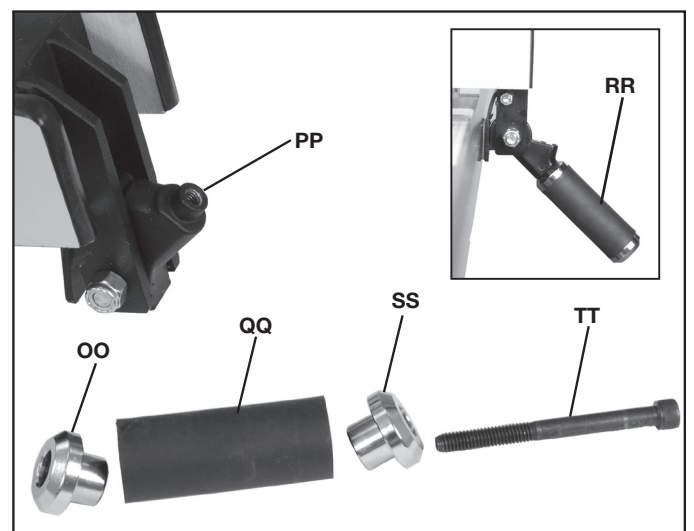

FIG. 19
1. Coloque la tapa de extremo del mango de sujeción de la guía (OO), Fig. 19, en el montante (PP). Luego, coloque el cuerpo del mango de sujeción de la guía (QQ) en la tapa de extremo (OO) y coloque otra tapa de extremo (SS) en el cuerpo (QQ).
2. Coloque el tornillo del mango de sujeción de la guía (TT) Fig. 19 en la tapa de extremo (SS) dado vuelta y ajuste al montante (PP).
3. Al finalizar, el mango debe asemejarse a (RR) Fig. 19.